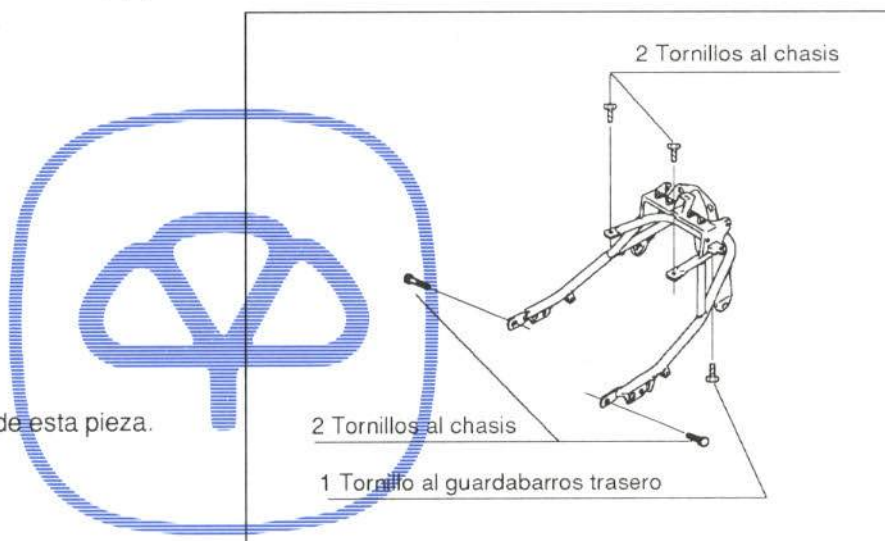

Figura 37.- Unión del subchasis trasero
En la figura 37 se detalla la fijación de esta pieza.
- Subchasis trasero con piloto e intermitentes (figura 37)